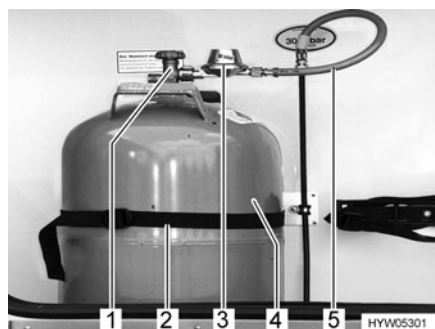

Fig. 77 Caja para bombonas de gas
- Cerrar la llave de paso principal (Fig. 77,1) de la bombona de gas (Fig. 77,4). Observar el sentido de la flecha.
- Desenroscar manualmente el regulador de presión de gas (Fig. 77,3) con tubo flexible de gas (Fig. 77,5) de la bombona de gas (rosca a la izquierda).
- Soltar las correas de fijación (Fig. 77,2) y extraer la bombona de gas.